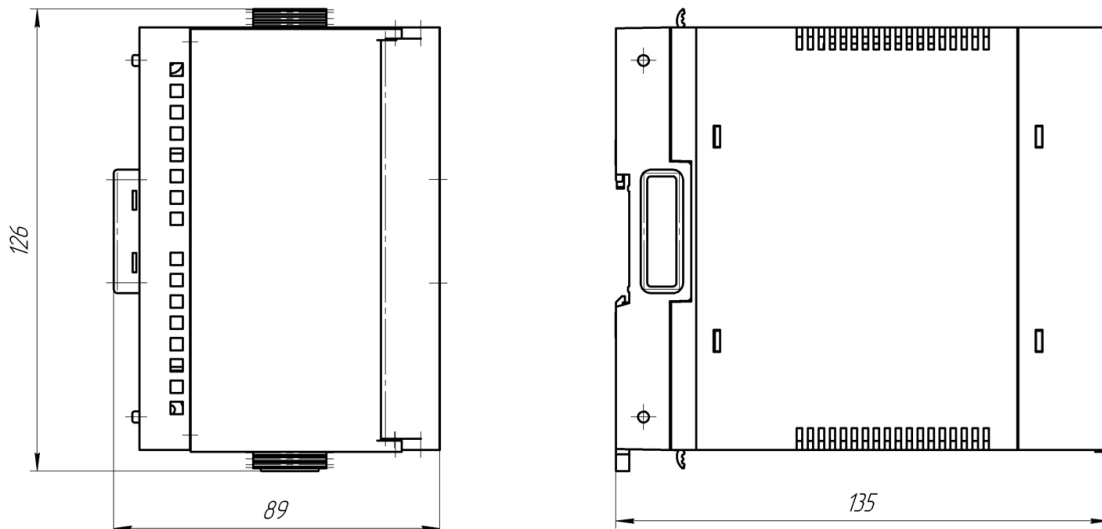

Рисунок 1.5.1.1 – Габаритные размеры модуля
1.5.1.3 На лицевой панели модуля при закрытой крышке расположены следующие элементы (смотри рисунок 1.5.1.2):